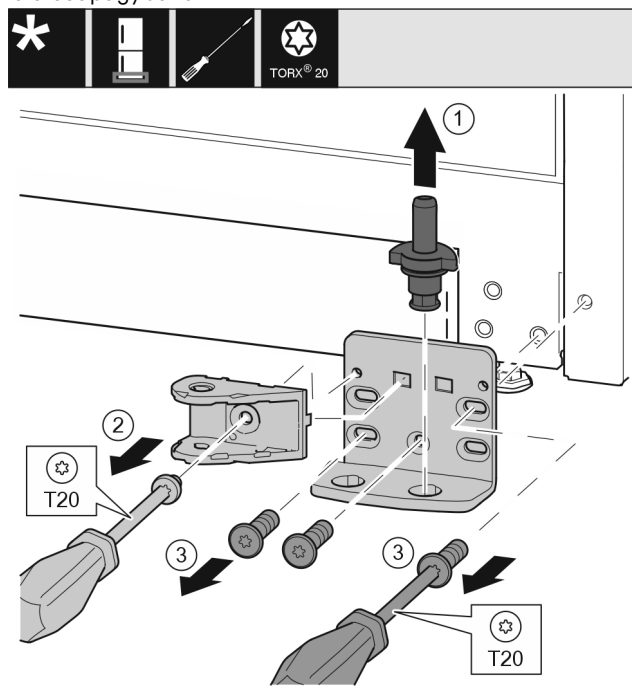

Fig. 43 *
- ▶ Húzza ki teljesen a csapszeget Fig. 43 (1) felfelé.*
- ▶ Tekerje ki a csavart Fig. 43 (2) csavarhúzóval, és vegye le a záráscsillapító egység kötőelemét.*
- ▶ Tekerje ki a csavarokat Fig. 43 (3) csavarhúzóval, és vegye le a csapágybakot.*